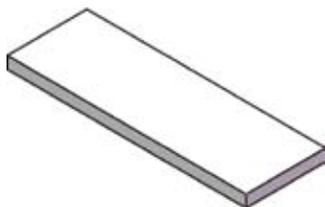
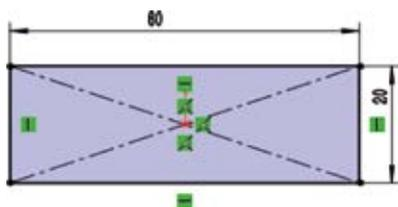

图 5.259 凸台 - 拉伸 1
图 5.260 截面轮廓
○ **步骤 2** 创建如图 5.259 所示的凸台 - 拉伸 1。单击 **特征** 功能选项卡中的  按钮，在系统提示下选取“上视基准面”作为草图平面，绘制如图 5.260 所示的截面草图。在“凸台 - 拉伸”对话框 **方向 (1)** 区域的下拉列表中选择 **给定深度**，输入深度值 3。单击  按钮，完成凸台 - 拉伸 1 的创建。